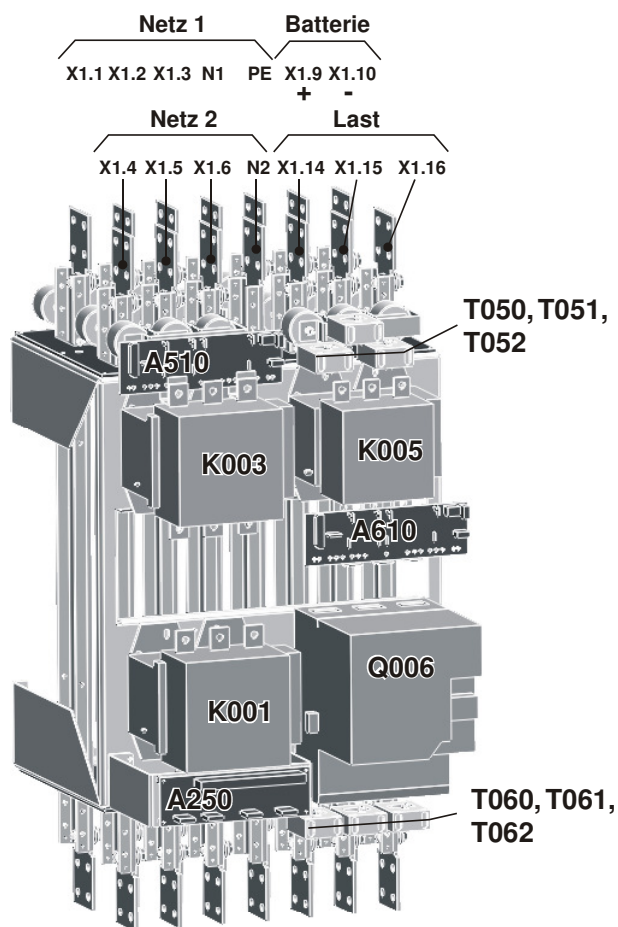

Bild 5-29 Montagetafel UB220 – UB330
**HINWEIS** Montageplatte, siehe Bild 5-29.